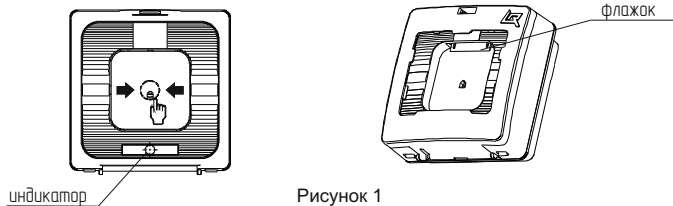

Рисунок 1
- нажатие на приводной элемент (кнопку) (Рисунок 1, раздел 6).
5.1 УДП представляет собой адресное устройство, формирующее сообщение о событии при нажатии на кнопку. Выпадающий цветной флажок является визуальным подтверждением нажатого состояния кнопки УДП (Рисунок 1).